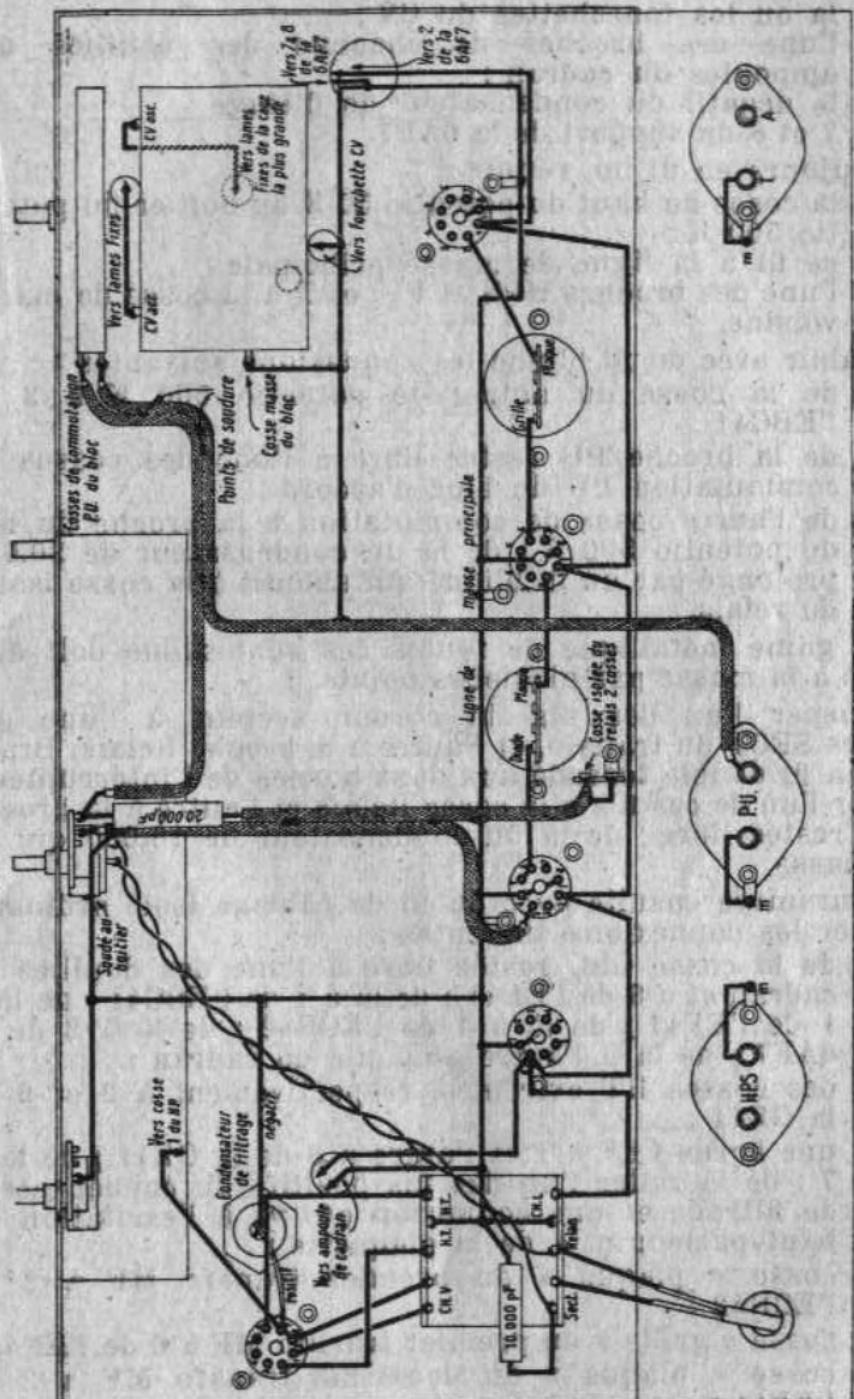

FIG. 43. — Premier stade de câblage
**Premier stade de câblage (fig. 43).** — Poser la ligne de masse principale, constituée par un fil nu qui part de l'une des cosses CHL du transformateur d'alimentation, va aux cosses de